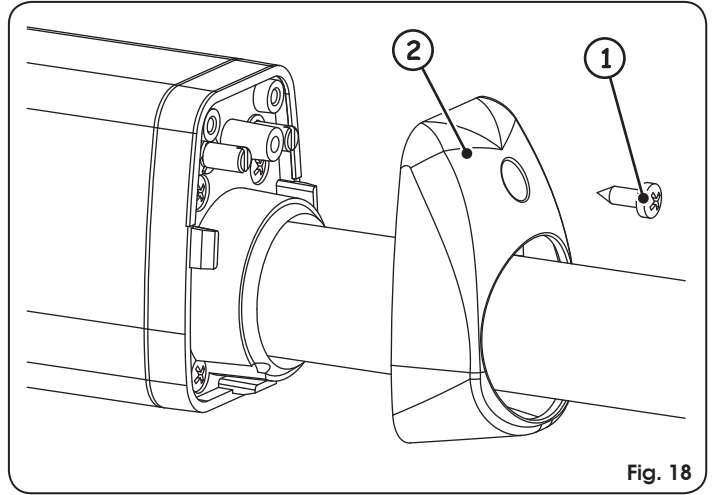

Fig. 18
1. Desparafusar o parafuso de fixação superior, Fig. 18 ref. ① e extrair a tampa pequena, Fig. 18 ref. ②.
4. Realizar alguns ciclos de teste para verificar o posicionamento correto do fim de curso. Se for necessário regular novamente os fins de curso, repetir o procedimento a partir do item 2.
5. Posicionar novamente a tampa pequena, Fig. 18 ref. ②, e apertar de novo o parafuso de fixação, Fig. 18 ref. ①.